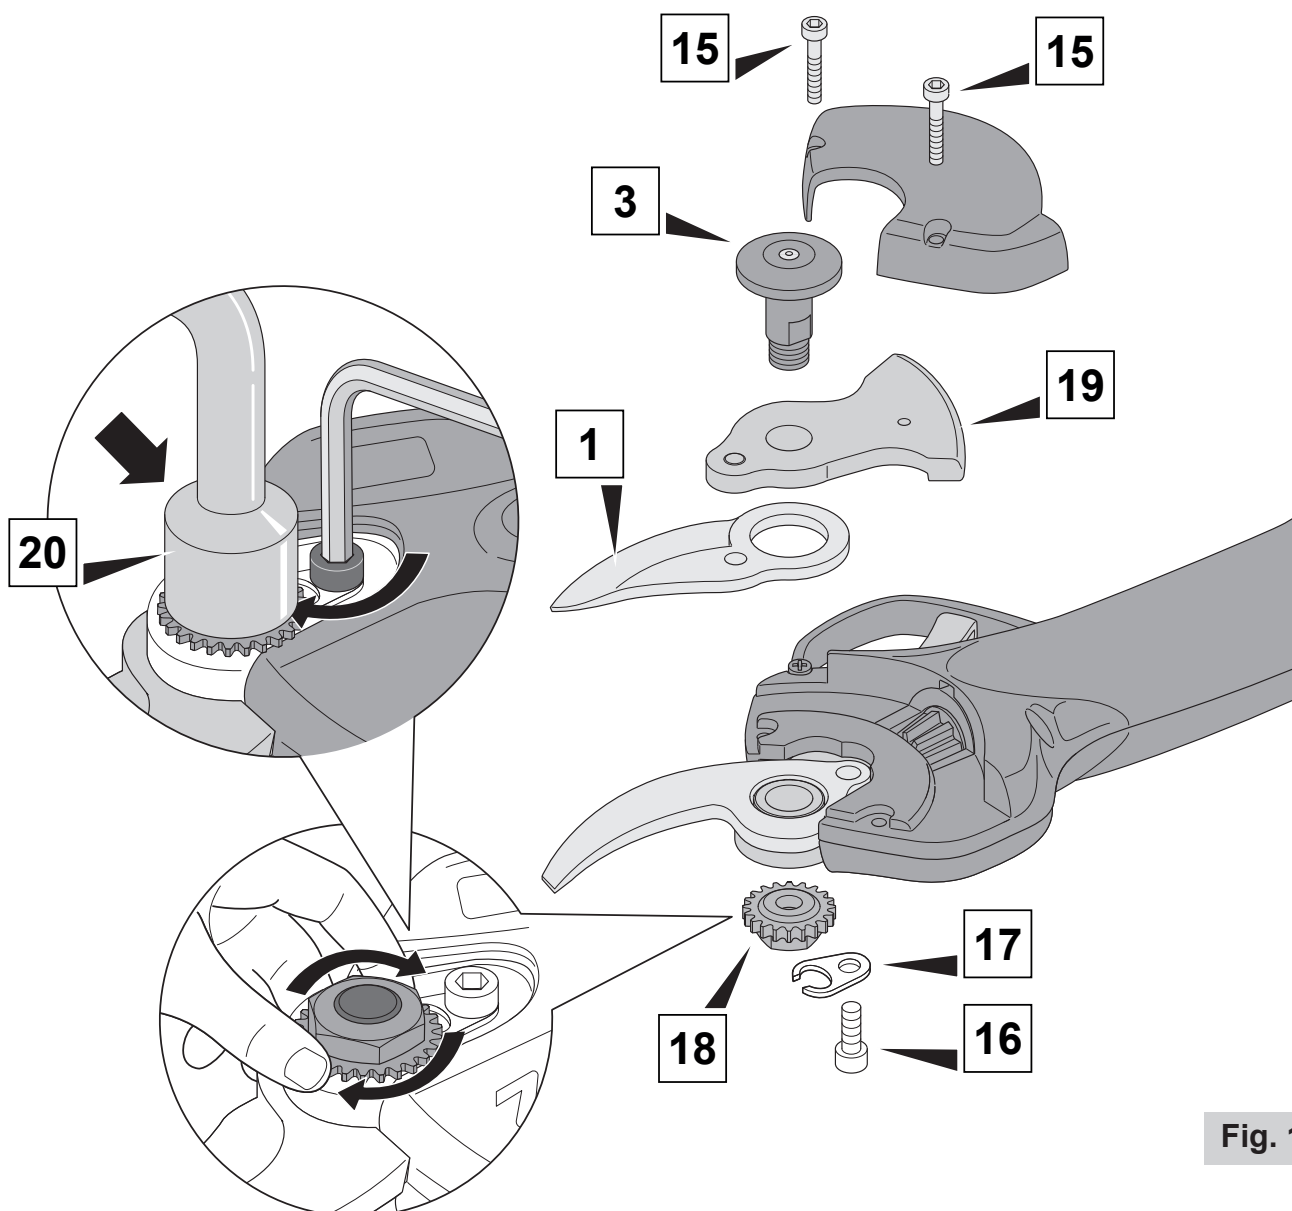

Fig. 10
- Svitare le viti (15) (Fig. 10) e togliere il coperchio di protezione;
- Servendosi della chiave a brugola (20) in dotazione con il kit svitare la vite (16) del fermo (17);
- Svitare il dado lama (18) e dal lato opposto sfilare il perno (3);
- Separare la lama (1) dalla cremagliera (19);
- Sostituire la lama (1) con una nuova
- lubrificare il perno (3) e la lama (1)
- Ingrassare la cremagliera (19)